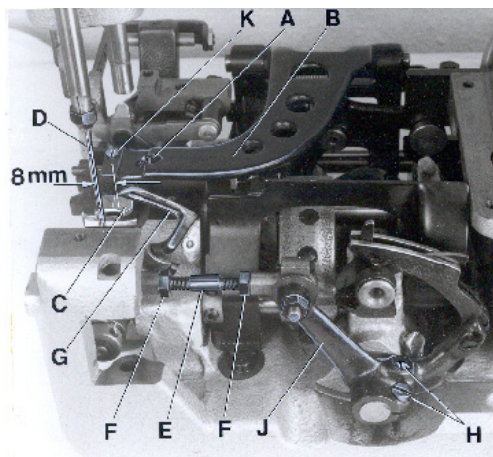
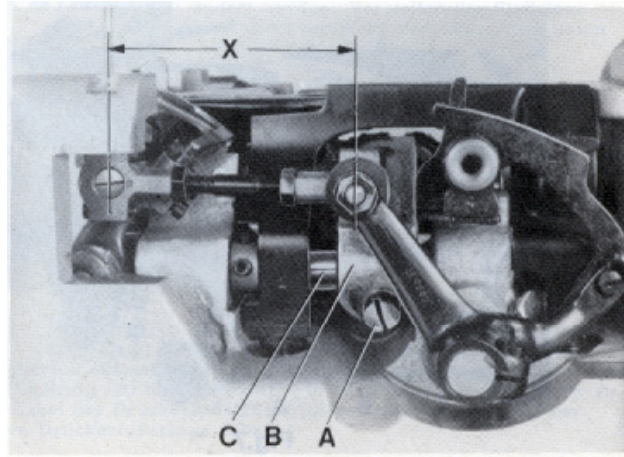
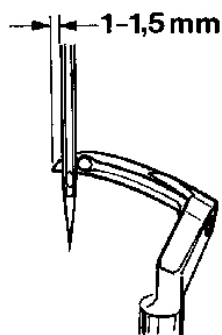
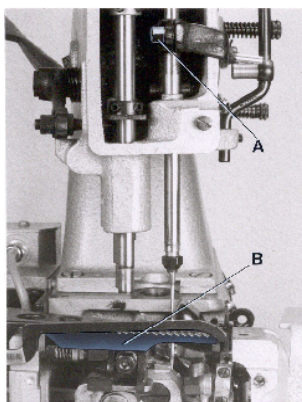

Fig. 3
Fig. 4
Fig. 5
Fig. 6
Remove the presser foot, throat plate and feed dog and on styles 80800TLN, TALN, UN, UAN, ULN and UALN also the needle guard for convenient access to the machine. On styles 80800RN, RLN, RLMN, SN and SLN loosen the screw (A, Fig. 3) in the feed bar (B) and push the feed bar needle guard (C) to the rear to avoid its contacting the needle (D).
For the two thread double locked stitch styles 80800RN, RLN, RLMN, TLN, TALN, UN, UAN, ULN and UALN, set the looper connecting rod (E) so the distance (X, Fig. 4) between the center lines of the two ball joints is 69.8 mm (2 3/4"). The dimension (X, Fig. 4) should be 68.3 mm (2 11/16) on the single thread chain stitch styles 80800SN and SLN. For adjustment loosen the two nuts (F, Fig. 3) and turn connecting rod (E) forward or backward as required to obtain specified dimension, retighten nuts (F).
Rotate the machine pulley in operating direction so that the looper moves from right to left. The looper point should pass as close as possible to the back of the needle without contacting 0.08 to 0.13 mm (.003 to .005") clearance. For adjustment loosen screws (A, Fig. 4) in the looper eccentric fork (B) and turn looper rocker shaft (C) on the looper rocker forward or backward as required. Retighten screw (A).
Zur bequemer Einstellung entfernen Sie Drückerfuß, Stichplatte und Transporteur und bei den Maschinen 80800TLN, TALN, UN, UAN, ULN und UALN auch den Nadelanschlag. Lösen Sie bei den Maschinen 80800RN, RLN, RLMN, SN und SLN die Schraube (A, Fig. 3) im Transporteurträger (B) und drücken Sie den Nadelanschlag nach hinten, damit er die Nadel (D) nicht berühren kann.
Bei den Zweifaden-Doppelkettenstichmaschinen Typen 80800RN, RLN, RLMN, TLN, TALN, UN, UAN, ULN und UALN muß die Greiferverbindungsstange (E) so eingestellt sein, daß der Abstand (X, Fig. 4) von der Mitte zu Mitte Kugelgelenk 69,8 mm beträgt. Bei den Einfaden-Einfachkettenstichmaschinen Typen 80800SN und SLN beträgt der Abstand (X, Fig. 4) 68,3 mm. Zum Einstellen lösen Sie die beiden Muttern (F, Fig. 3) und drehen die Verbindungsstange (E) vor oder zurück bis der erforderliche Abstand erreicht ist. Ziehen Sie die Muttern (F) wieder an.
Drehen Sie die Riemenscheibe in Nährichtung so, daß sich der Greifer von rechts nach links bewegt. Die Greiferspitze soll so dicht wie möglich hinter der Nadel vorbeigehen, ohne diese zu berühren (0,08 bis 0,13 mm Abstand). Zur Einstellung lösen Sie die Schraube (A, Fig. 4) in der Greiferexzentergabel (B) und schwenken die Greiferhebelwelle (C) am Greiferhebel mit Greifer nach Bedarf vor oder zurück. Ziehen Sie die Schraube (A) wieder an.
Remove the face cover on machine arm. Rotate machine pulley in operating direction until the looper point, moving to the left, projects 1 to 1.5 mm (.040" to .060") left of the needle (see Fig. 5). Lower edge of looper and upper edge of needle eye must be flush in this position. If adjustment is necessary, loosen clamp screw (A, Fig. 6) in the needle bar connection and move the needle bar up or down, as required. Retighten screw (A) and remount face cover.
At highest point of feed dog travel, the feed dog (B, Fig. 6) should be set so, that the rear teeth project their full depth above the throat plate surface. For setting remove the feed dog and adjust the supporting screw (K, Fig. 3) on the top of the feed bar to the required height. Remount the feed dog, and on styles 80800TLN, TALN, UN, UAN, ULN and UALN also the needle guard.
The needle guard (C, Fig. 3) has to be set so, that it just contacts the needle at its most forward point of travel, without deflecting it. On styles 80800RN, RLN, RLMN, SN and SLN loosen screw (A, Fig. 3) in the feed bar (B) and adjust the needle guard (C) accordingly. Retighten screw (A).
Entfernen Sie den Stirndeckel am Maschinenarm. Drehen Sie die Riemenscheibe in Nährungsrichtung bis die sich nach links bewegende Greiferspitze 1 bis 1,5 mm links der Nadel steht (siehe Fig. 5). In dieser Stellung müssen Unterkante Greifer und Oberkante Nadelöhr bündig sein. Ist eine Einstellung notwendig, lösen Sie die Klemmschraube (A, Fig. 6) im Nadelstangenmitnehmer und schieben die Nadelstange (B), je nach Bedarf, nach oben oder unten. Ziehen Sie die Schraube (A) wieder an und montieren Sie den Stirndeckel.
Im höchsten Punkt der Transporteurbewegung sollen die hinteren Zähne des Transporteurs (B, Fig. 6) eine volle Zahnhöhe über die Stichplattenoberfläche hinausragen. Zur Einstellung entfernen Sie den Transporteur und stellen die Stützscharbe (K, Fig. 3) oben im Transporteurträger auf die entsprechende Höhe. Montieren Sie den Transporteur wieder, bei den Maschinen 80800TLN, TALN, UN, UAN, ULN und UALN auch den Nadelanschlag.
Der Nadelanschlag (C, Fig. 3) muß so eingestellt sein, daß er in der vordersten Stellung seiner Bewegung gerade die Nadel berührt, aber nicht ablenkt. Zur Einstellung lösen Sie bei den Maschinen 80800RN, RLN, RLMN, SN und SLN die Schraube (A, Fig. 3) im Transporteurträger (B), und stellen den Nadelanschlag (C) entsprechend ein. Ziehen Sie die Schraube (A) wieder an.